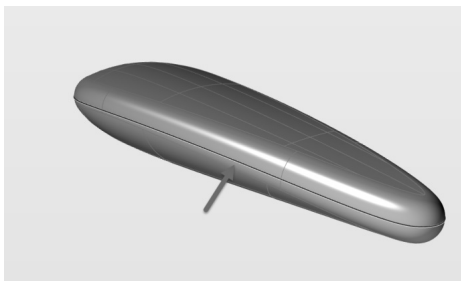

图 3-120 获得的轮廓曲线
2) 激活“轮廓”工具，当控制台提示“拾取曲面”时，选择遥控器模型。如果获得的结果与图 3-120 所示不一致，则在控制面板中将“方向”参数修改为“Z”，所获得曲线可作为产品的分模线。